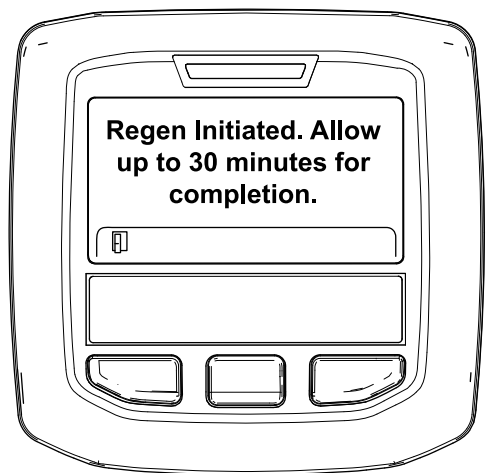

Figura 38
- Si la regeneración se permite, aparece el mensaje “Regen Initiated. Allow up to 30 minutes for completion” (Regeneración iniciada, espere 30 minutos hasta que finalice) en el InfoCenter y debe esperar a que la máquina finalice el proceso de regeneración con la máquina aparcada (Figura 38).